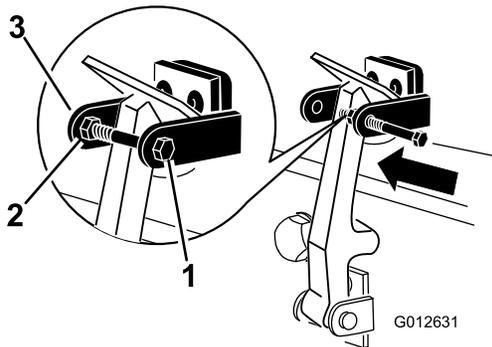

图 10
8. 将螺栓安装到机罩门锁支架的另一个臂将门锁锁定到位 (图 10)。拧紧螺栓但不要拧紧螺母。